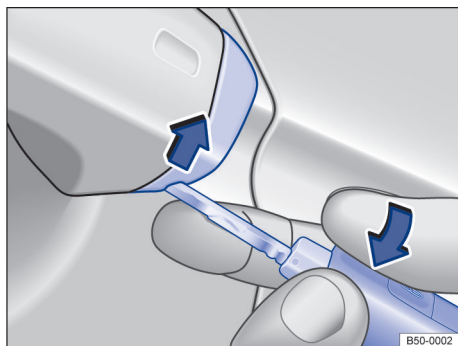

Fig. 57 Maçaneta da porta do condutor: Alavancar a capa de cobertura.
- Levantar a capa da cobertura com a chave do veículo no sentido da seta → Fig. 57.